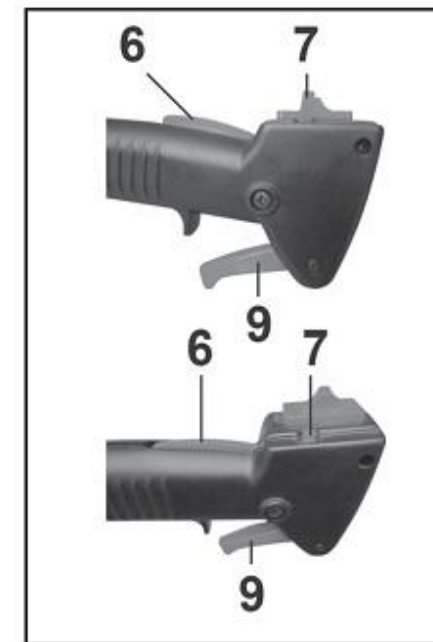

Рис. 12
7.4. Работа триммером (Рис. 12 - 13)
- 7.4.4. Затем нажмите кнопку фиксации (7) (Рис. 12) и отпустите рычаг управления дроссельной заслонкой (9). **Рычаг управления дроссельной заслонкой (9) должен зафиксироваться в нажатом положении.** (Рис. 12).